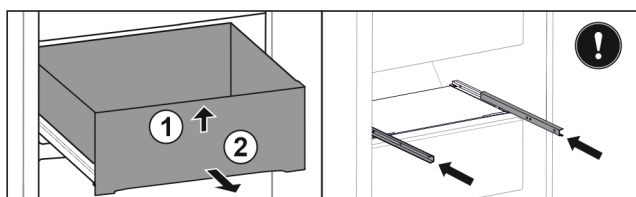

Fig. 51
- ▶ Unieść szufladę z przodu. Fig. 51 (1)
- ▶ Wyjąć szufladę do przodu. Fig. 51 (2)